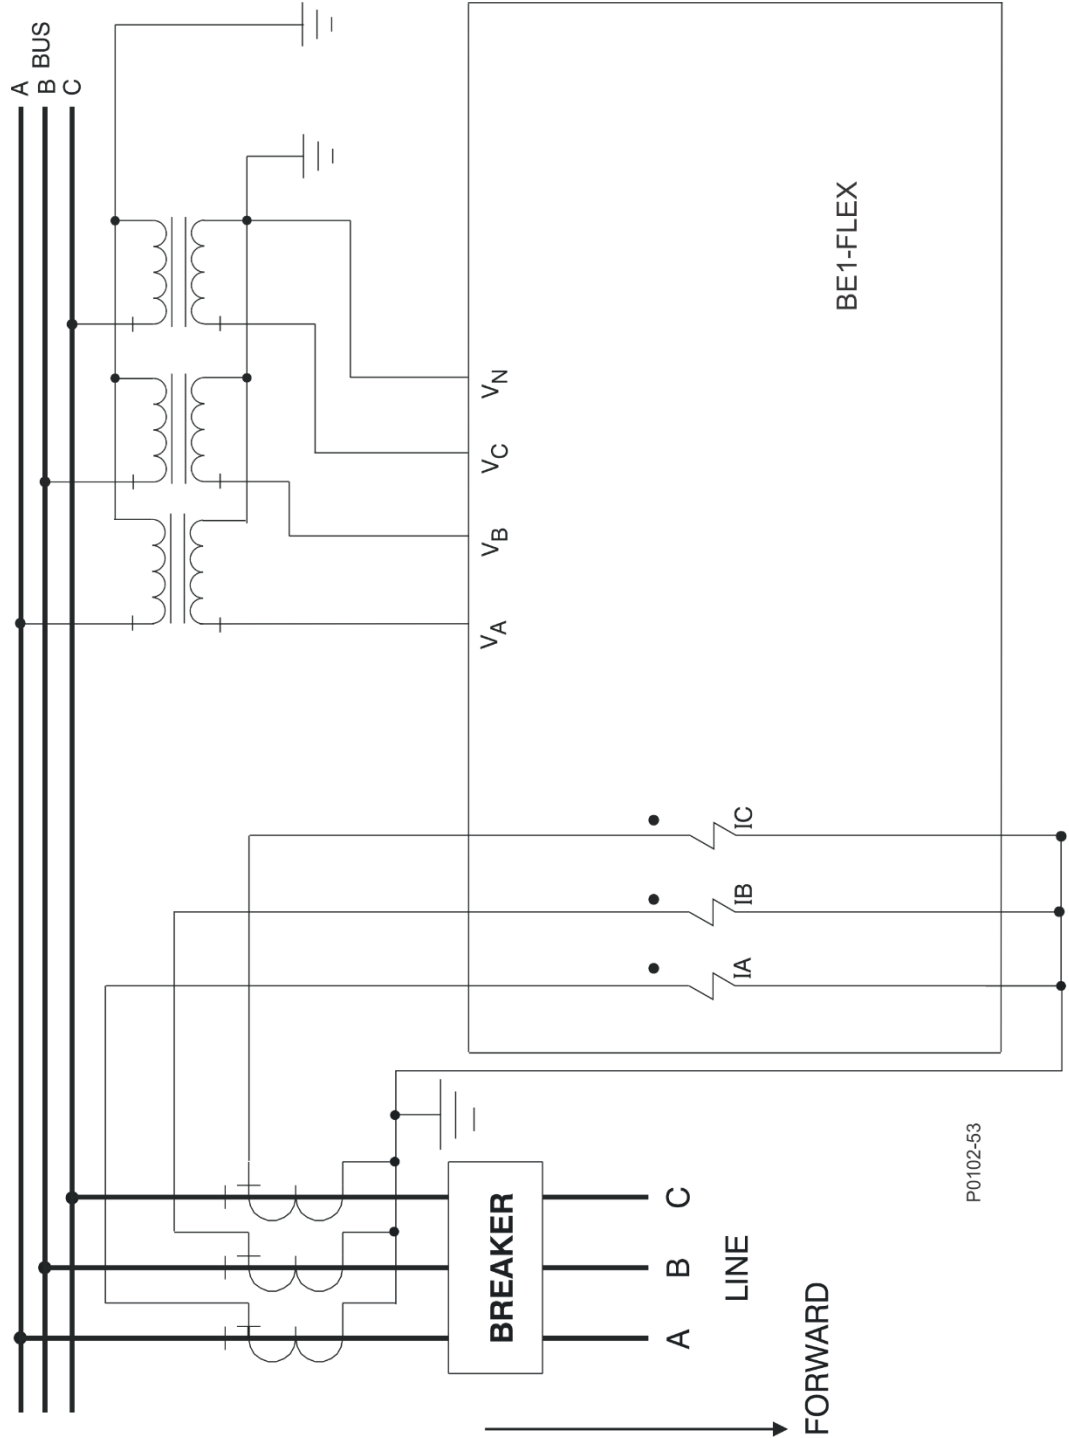

Figura 5-2. Conexiones de CA típicas para alimentador o interconexión
- Alimentador o interconexión: Figura 5-2